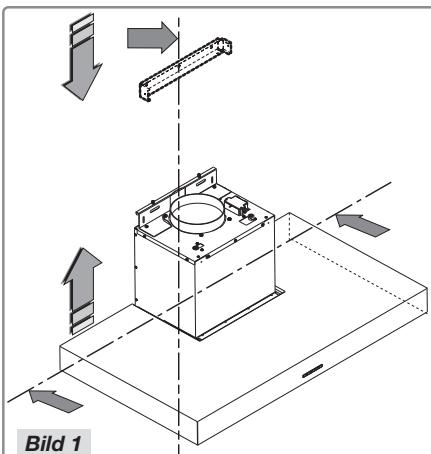

Bild 1
- Positionera konsolen motsvarande storlekarna i bild 1 och säkra den med de medföljande skruvarna och pluggarna (Bild 10).